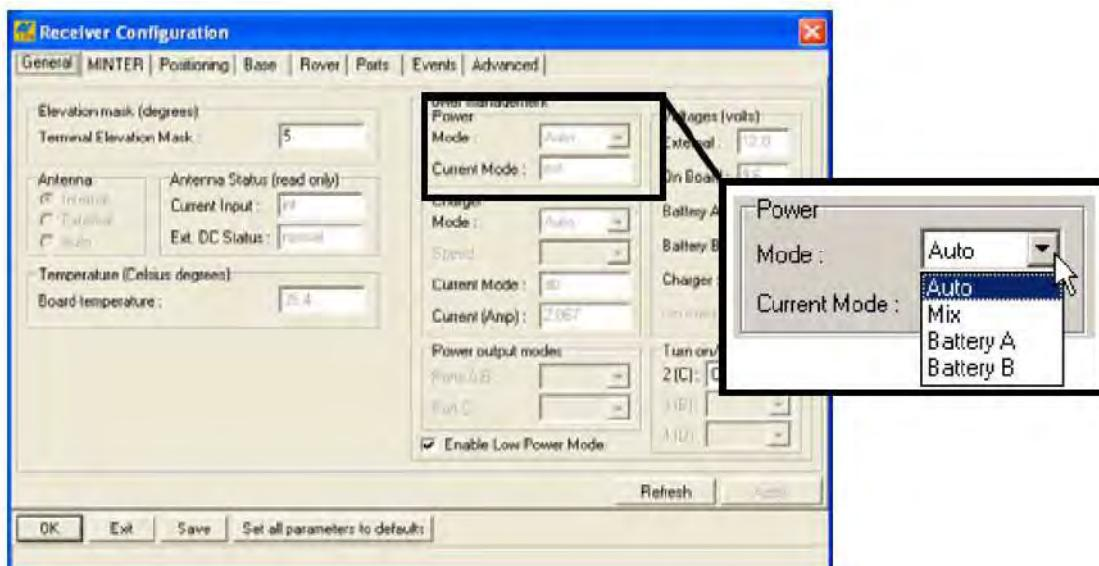

Рисунок 2-9. Выбор режима питания
3. В области *Power* (*Питание*) щелкните на выпадающем списке *Mode* (*Режим*) и выберите в нем нужный Вам источник питания (см. рис. 2-9). Поле *Current Mode* (*Текущий режим*) указывает источник питания, используемый в настоящий момент; при использовании блока подзарядки там будет написано "extbat" (внешняя батарея).